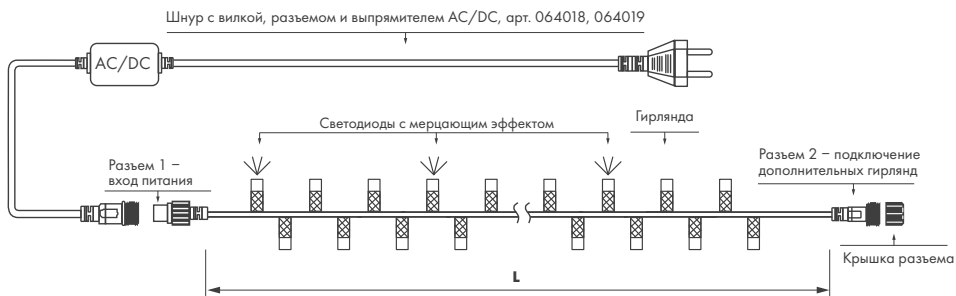

Рис. 1. Схемы подключения гирлянд
3.2. Подключите гирлянду к сети электропитания AC 230 В при помощи сетевого шнура с преобразователем AC/DC (приобретается отдельно), согласно схеме на рис. 1.
ВНИМАНИЕ! Запрещается подключать гирлянду к сети AC 230 В без сетевого шнура с преобразователем AC/DC, артикулы соответствующих сетевых шнуров указаны на схемах (см. рис. 1).